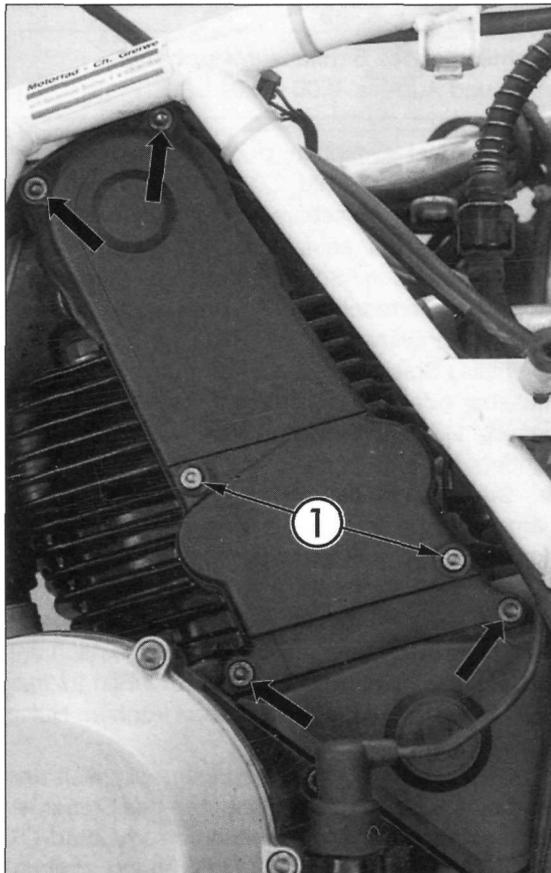

Bild 30
- M 900: Falls nur Spannung des Riemens kontrolliert werden soll, nur Schrauben 1 Bild 30 ausdrehen (was freilich etwas fummeliger ist als bei der im Bild gezeigten 900 SS). Zum Wechseln übrige Schrauben auch ausdrehen, und Abdeckung abnehmen.